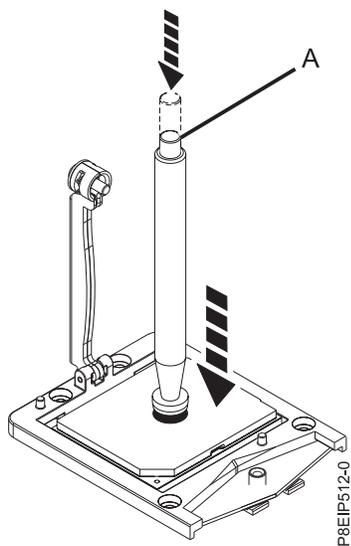

図 79. システム・プロセッサ・モジュールへの真空ペンのロック
8. 真空ペン・ツールをシステム・プロセッサ・モジュールの上を下ろします。ペン (A) の上部を完全に押し込み、ペンをプロセッサ・モジュールの中央に保持します (71 ページの図 79 を参照)。ペンの上部を放して、ペンをプロセッサ・モジュール上に固定します。